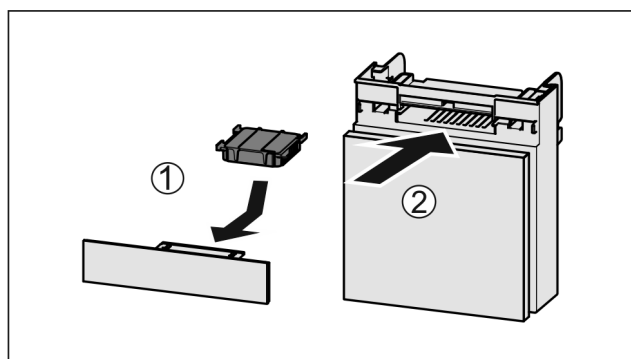

Fig. 57
- ▶ Introduceți Fig. 57 (1) filtrul de cărbune activ după cum se vede în figură.
- ▶ Împingeți Fig. 57 (2) compartimentul în interior.